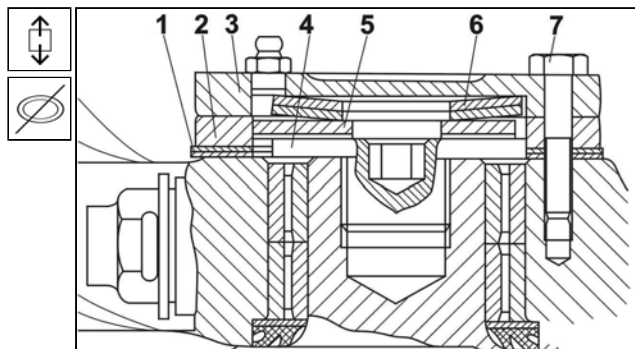

Рис. 7.10 Верхняя часть цапфы - снятие
6. Очистить поверхность поворотной цапфы и опорном болте 4 (Смт. Рис. 7.10) насадить очищенную фрикционную шайбу 5, верхнее кольцо 2, две тарельчатые пружины 6, верхнюю крышку 3.
8. С помощью передвижного измерительного прибора измерить толщину Y ограничительных шайб 1 (Смт. Рис. 7.10).